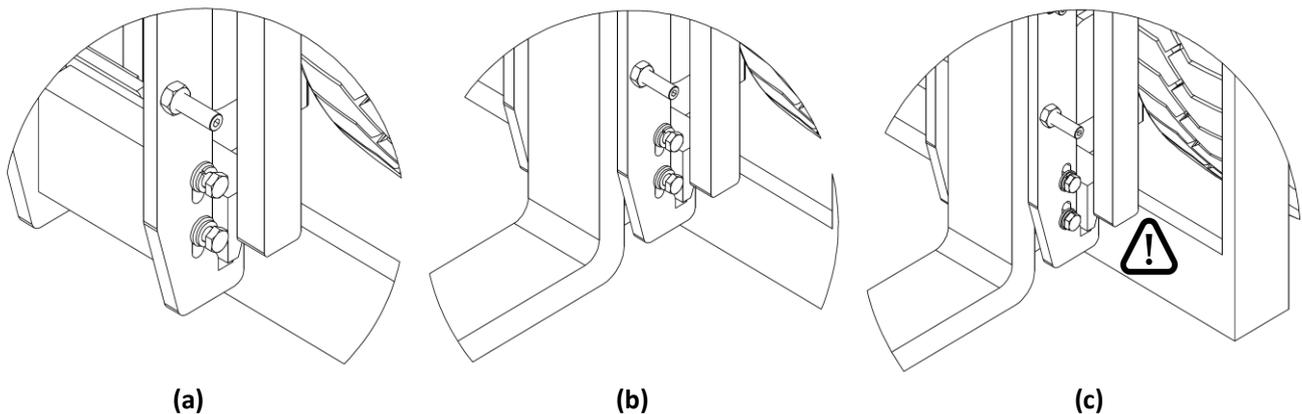

Figure 13
1. Desserrez les vis latérales du crochet inférieur des fourches, de sorte qu'il puisse être déplacé jusqu'à l'extrémité supérieure de la fente appropriée. Maintenez-le dans cette position jusqu'à ce que la fourche soit appliquée (voir Figure 13, a).
2. Positionner la fourche (voir Figure 13, b).
3. Remettez le crochet dans sa position d'origine et serrez les vis qui le supportent (voir Figure 13, c).